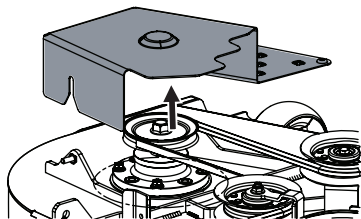

Figura 55
3. Extraiga las cubiertas de la correa de la plataforma (Figura 55).